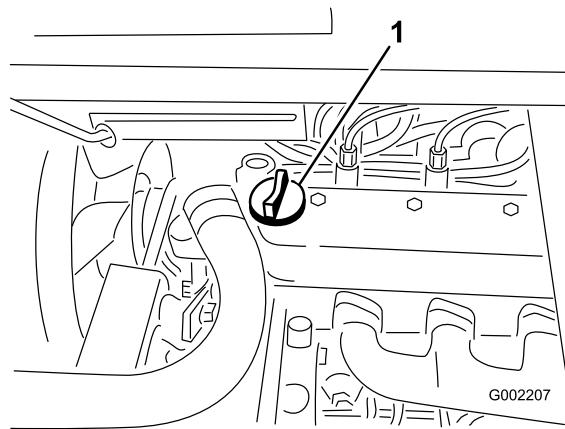

Figure 38
3. Si le niveau d'huile est bas, enlevez le bouchon de remplissage du couvre-culasse (Figure 38) et ajoutez la quantité d'huile nécessaire pour amener le niveau au repère maximum sur la jauge. Reportez-vous à la section Vidange de l'huile moteur et remplacement du filtre à huile, pour connaître le type d'huile et la viscosité qui conviennent. Versez l'huile lentement